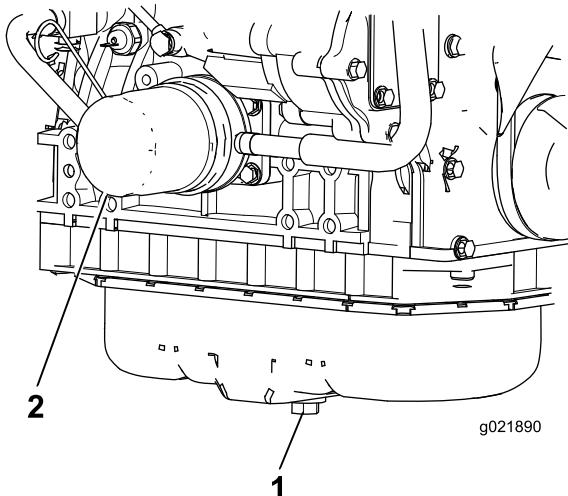

Figura 66
1. Retire o tampão de drenagem (Figura 66) e deixe o óleo escorrer para um recipiente adequado. Quando o óleo for drenado, volte a montar o tampão de escoamento.
2. Retire o filtro do óleo (Figura 66). Aplique uma leve camada de óleo limpo no vedante do filtro novo antes de o montar. **Não aperte demasiado.**